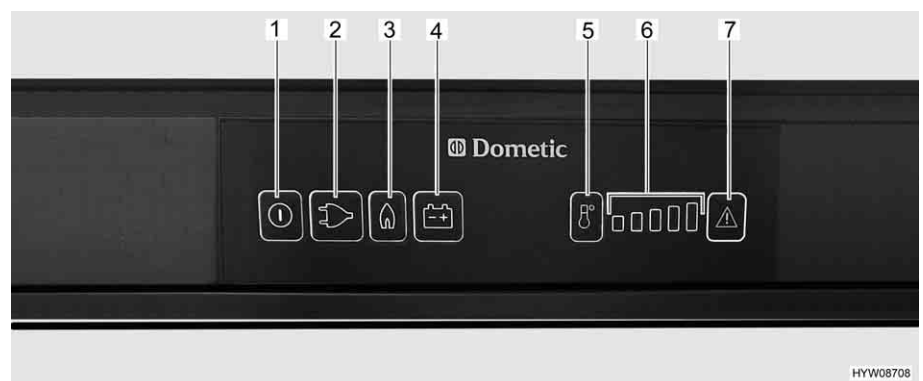

Bild 165 Bedienelemente für den Kühlschrank (Dometic 8er-Reihe mit MES)
- Taste Ein/Aus (Bild 165,1) etwa 2 Sekunden lang drücken. Der Kühlschrank schaltet sich ein. Die Taste der zuletzt gewählten Betriebsart leuchtet auf.
- Ggf. Taste für die Betriebsart "Gas" (Bild 165,3) drücken. Die Taste leuchtet auf. Die Gaszufuhr ist geöffnet. Der Zündvorgang erfolgt automatisch. Ein tickendes Geräusch ist hörbar, bis der Zündvorgang erfolgreich abgeschlossen ist.
- Kühltemperatur mit der Taste Temperaturstufenwahl (Bild 165,5) einstellen.
- Ggf. Taste Betriebsart "230 V" (Bild 165,2) drücken. Die Taste leuchtet auf.
- Ggf. Taste Betriebsart "12 V" (Bild 165,4) drücken. Die Taste leuchtet auf.